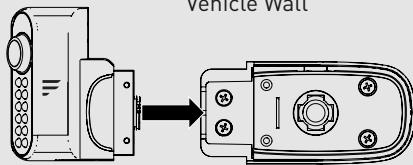

Fig. 25
6. Insérez la caméra de gauche dans la base du feu et fixez-la avec les deux vis autotaraudeuses fournies. (Fig. 25 et 26)